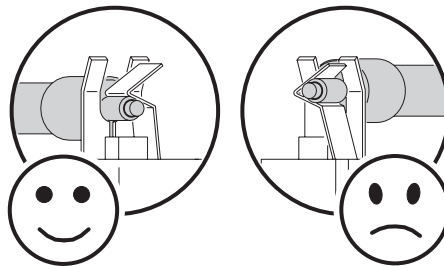

Figura 4: Terminales de la lámpara
- Asegurar que los terminales de la lámpara se sitúen por debajo de los clips de la V del portalámparas y no sobre la propia V, tal y como muestra la Figura 4.